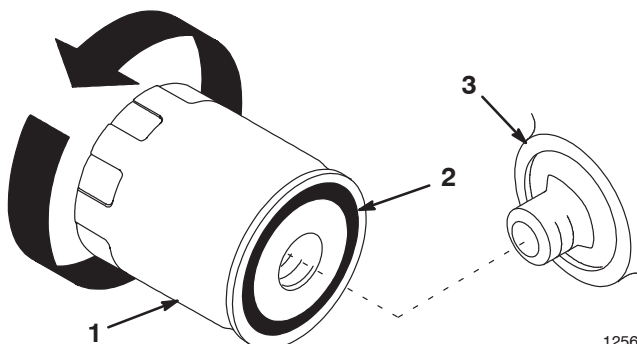

Figure 20
12. Changez le filtre à huile au besoin (Fig. 20).
2. Déposez le filtre à huile usagé et essuyez la surface du joint de l'adaptateur (Fig. 20).
3. Appliquez une fine couche d'huile neuve sur le joint en caoutchouc du filtre de rechange (Fig. 20).
5. Serrez le filtre à huile de 1/2 à 3/4 de tour (Fig. 20).